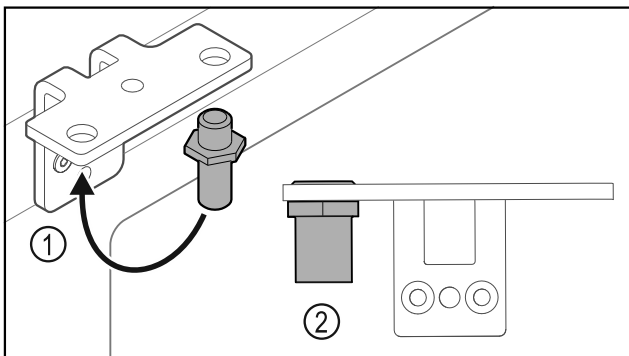

Fig. 30
- ▶ Перемістити палець Fig. 30 (1) у шарнірному кутику.
- ▶ Затягнути палець Fig. 30 (2) з **обертальним моментом 12 Нм**.